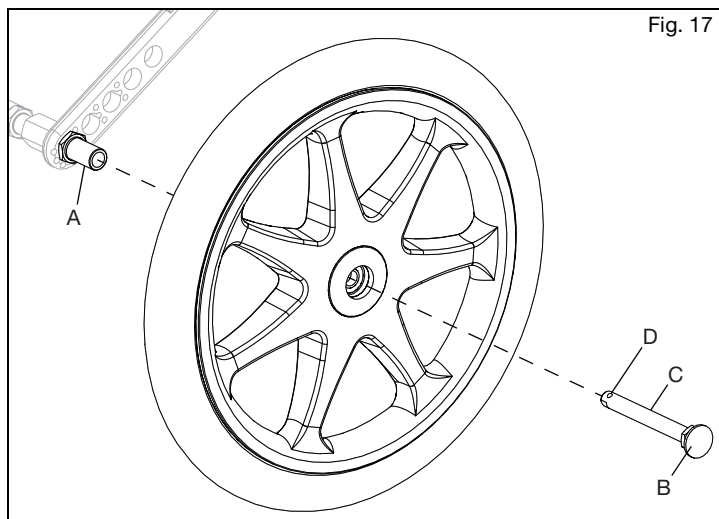

Fig. 17
- Presione el botón de liberación rápida (Fig. 17:B) en el eje (Fig. 17:C) para permitir que las bolillas bloqueadoras se retraigan. Preste atención a la diferencia entre las posiciones sobresalida y contraída del botón de liberación del eje, y cómo influye sobre las bolillas bloqueadoras en el otro extremo del eje (Fig. 17:D) en el otro extremo del eje.
- Presione nuevamente el botón de liberación rápida y deslice el eje dentro del manguito del eje (Fig. 17:A).